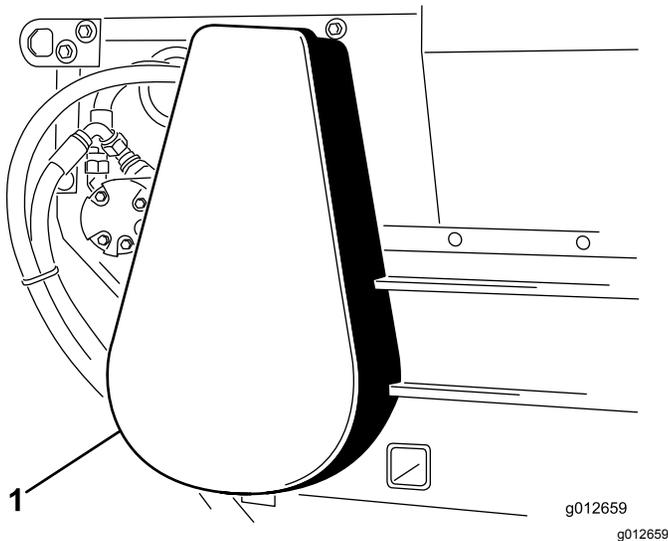

Figura 23
1. Retire a cobertura da corrente (Figura 23).